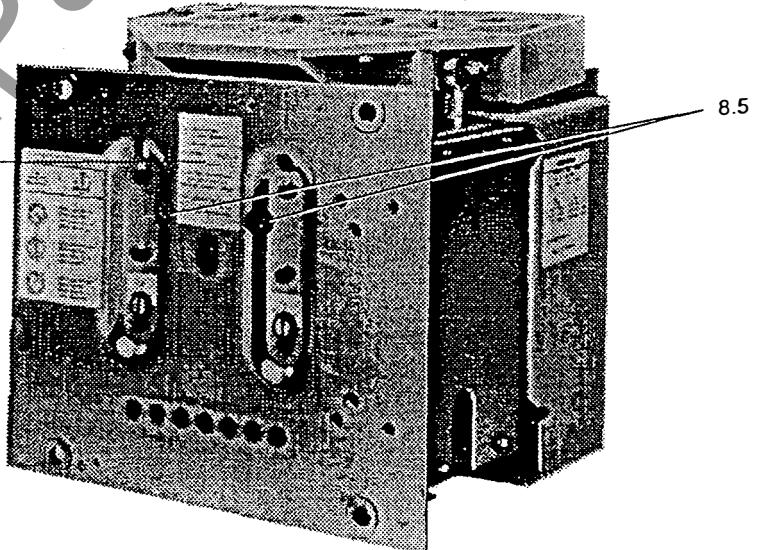

Fig. 7
- Spulenpaar 8.1 (neu) mit Magnetkernen 8.2 und Dämpfungen 8.4 im Vakuumschütz mit den Befestigungsschrauben M8 x 25 (8.5, Fig. 7) und den mitgelieferten Federringen 11.1.4 anschrauben (Anziehdrehmoment 20 Nm ± 2 Nm)
- Fasten the new coil pair 8.1 along with the magnetic cores 8.2 and damping elements 8.4 in the vacuum contactor using the M8x25 fixing screws 8.5 (Fig. 7) and the spring washers 11.1.4 supplied in the kit (tightening torque 20 mm ± 2 mm)